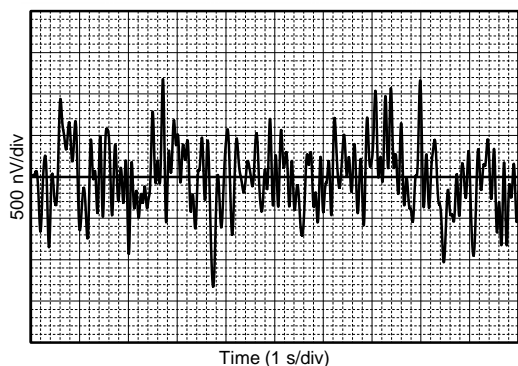

Figure 13. 0.1-Hz To 10-Hz Noise
0.1-Hz to 10-Hz Noise	Figure 13